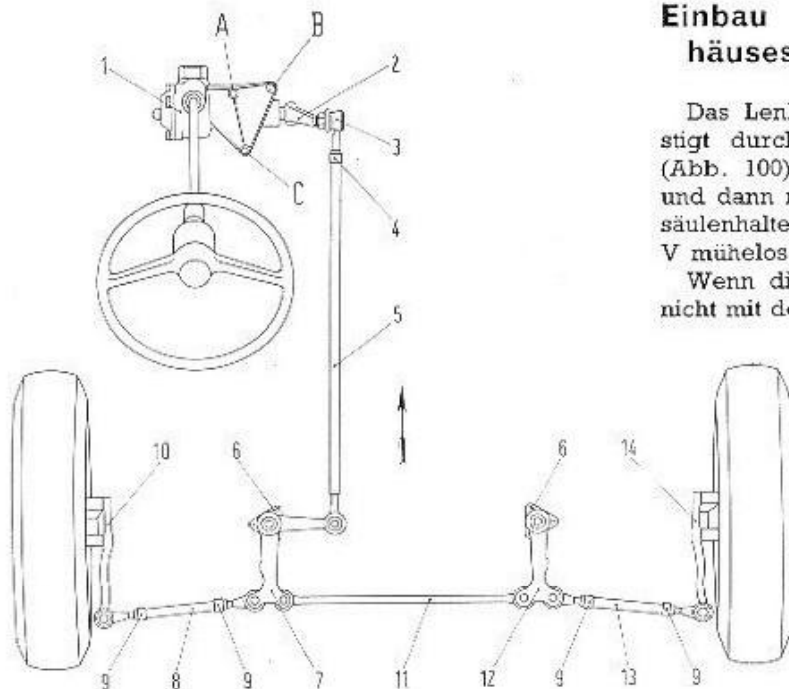
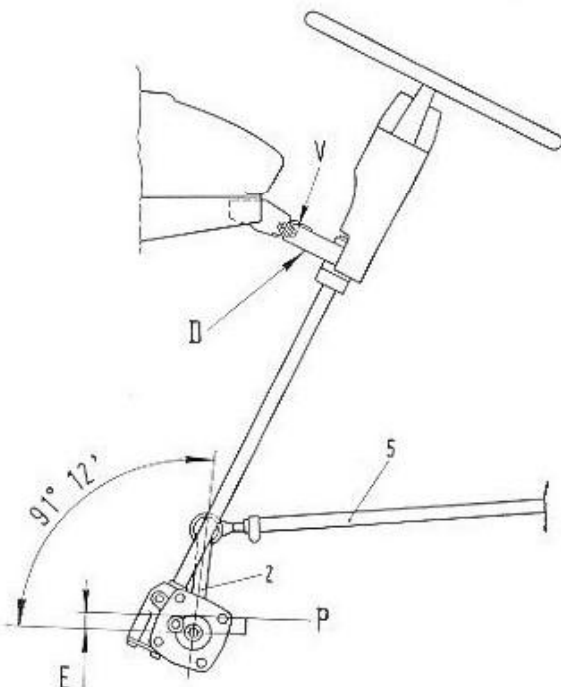

Abb. 100.
Abb. 101 - Schema zur Montage und Einstellung der Längsstange.
Das Lenkgehäuse wird an die Karosserie befestigt durch Anziehen der Schrauben A, B, C (Abb. 100) mit einem Drehmoment von 9,5 mkg und dann muss geprüft werden, ob sich die Lenksäulenhalterung D (Abb. 101) durch die Schrauben V mühelos an das Armaturenbrett schrauben lässt.
einstimmen, dann müssen zwischen Lenkgehäuse und der entsprechenden Befestigungsstelle an der Karosserie nach folgender Methode Beilagscheiben vorgesehen werden (Abb. 100):
Der Lenkstockhebel (2, Abb. 100), der an der Lenkrollenwelle festgeschraubt ist, betätigt die Stange (5), die an ihrem anderen Ende mit dem Lenkzwischenhebel (7) verbunden ist.
Die Spurstangen (8 und 13, Abb. 100) stellen die Verbindung her zwischen den Rädern und den Hebeln (7 und 12).
Die Spurstangen (8 und 13, Abb. 100) sind mit Einstellmuffen ausgerüstet, die zur Einstellung der Radspur dienen.
Zur Durchführung der Montage und der Einstellung der Längsstange (5, Abb. 101) wird in folgender Weise vorgegangen:
- in dieser Stellung muss der Lenkstockhebel einen Winkel von $91^{\circ} 12'$ mit der parallel zur Auflageebene des Lenkgehäuses am Fahrgestell liegenden Ebene (E, Abb. 101) bilden;
- die Mitte der Querstange (11, Abb. 100) muss dabei genau in der Mitte des Fahrzeugs liegen.